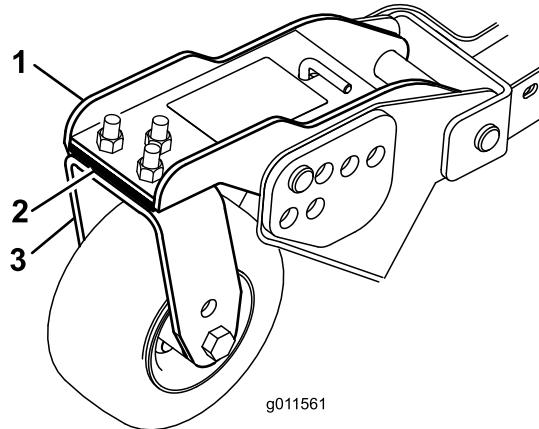

Figure 80
- Enlevez les vis et écrous de fixation de la roue pivotante à la fourche (Figure 80).